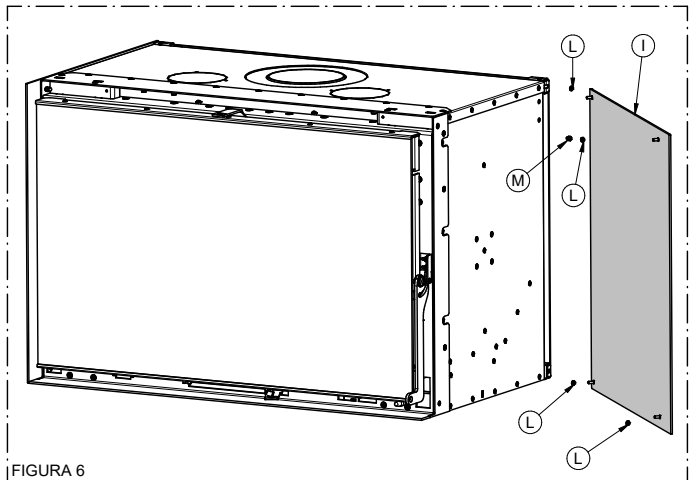

FIGURA 6
- 6) Ensamble a presión los laterales de ambos lados en los pernos instalados previamente (véase la figura 6).
- 6) Instale los dos laterales I con las tuercas M y L (véase la figura 6).